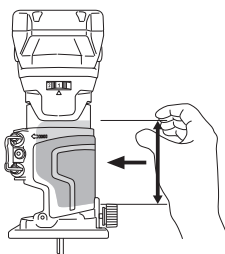

Fig. 29
- (1) Mantenga la broca separada de las piezas de trabajo y sostenga bien el cuerpo principal antes de encender la máquina. (Fig. 29)